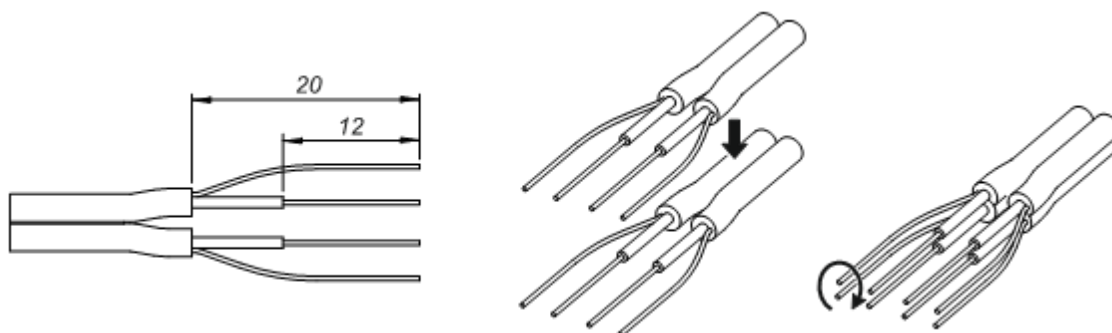

Рис. 8.2 – Подготовка и соединение экранированных проводов кабелей измерителя и преобразователя
8.2.1 Соединить экранированные провода от измерителя к преобразователю посредством скрутки (рис. 8.2):